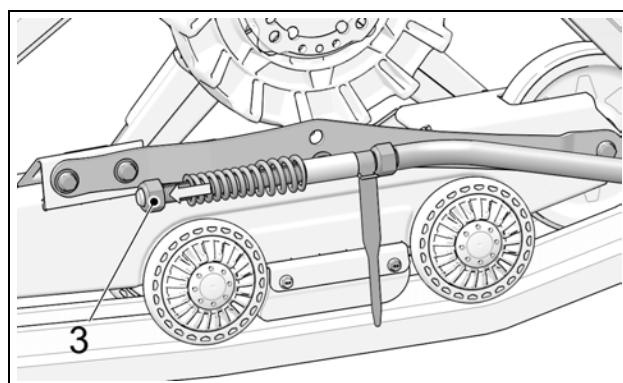

Figure 10
- Desserrer l'écrou (3) comprimant le ressort du bras stabilisateur. Voir la Figure 10.